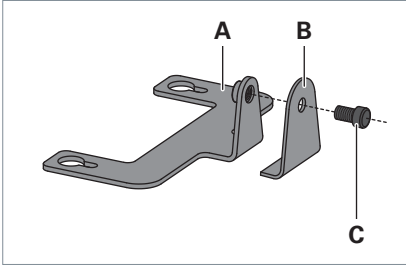

Fig. 8: Monter l'équerre.
- ▶ Montez l'équerre de fixation en vissant l'équerre **A** et l'équerre **B** avec la vis **C**, voir Fig. 8.